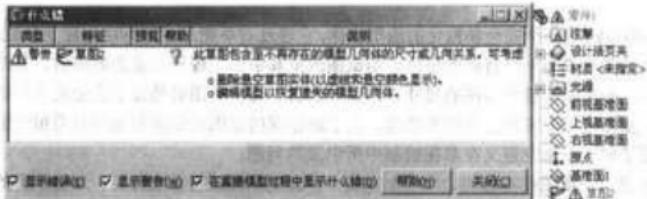

图 2-2 警告框
(5) 单击图形区域右上角的 X 图标结束草图 2 的绘制。在特征管理器设计树中选取草图 1, 按下 $<\text{Delete}>$ 键将其删除, 此时系统显示警告框, 如图 2-2 所示。